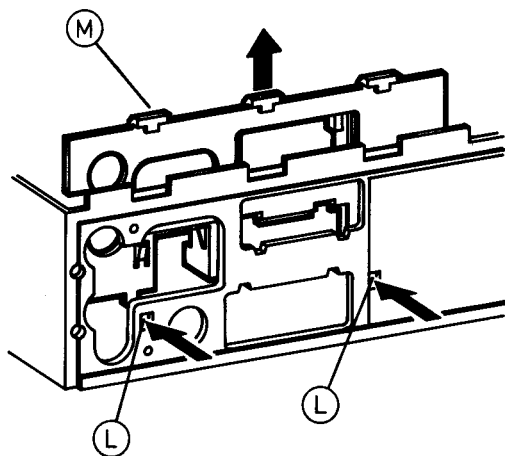

Fig. 6
- Rastnasen (L) öffnen und Halter (M) entfernen (Fig. 6).
- Open the locking lugs (L) and remove the holder (M) (Fig. 6).